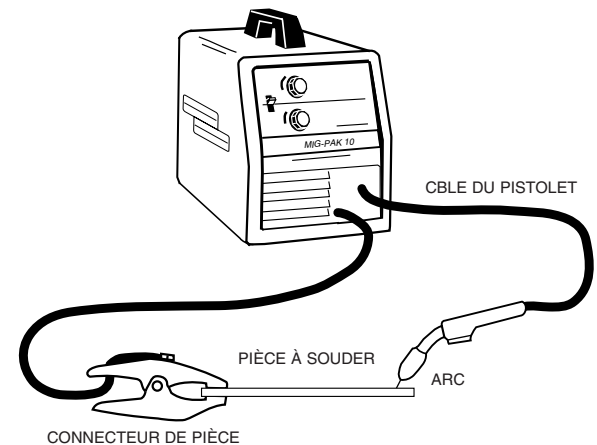

Figure 12
6. Se reporter à la figure 12. Fixer le connecteur de pièce au métal à souder. Le connecteur de pièce doit assurer un bon contact électrique avec la pièce à souder. La pièce à souder doit également être mise à la terre comme on l'explique dans les mesures de sécurité au début du manuel.